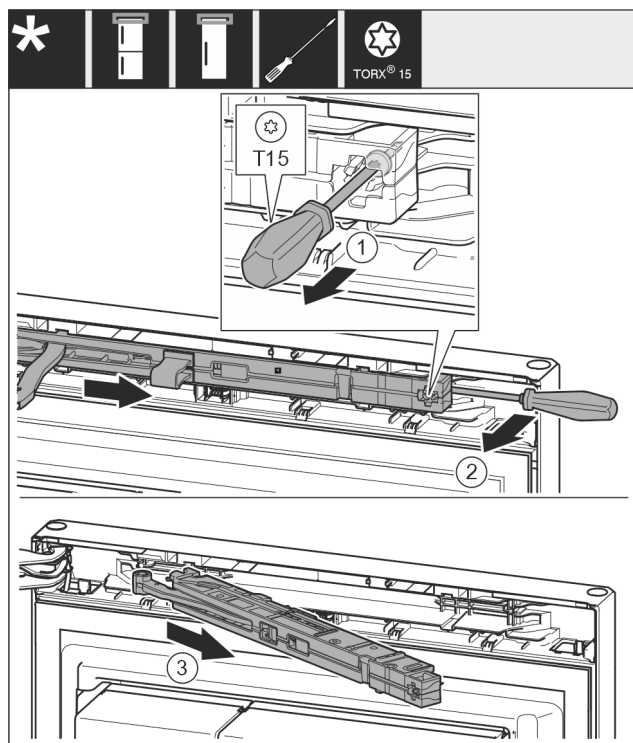

Fig. 13
- 用螺丝刀将关门阻尼单元上的螺钉 Fig. 13 (1)松开 14 mm。
- 用螺丝刀在手柄侧向前推动关门阻尼单元 Fig. 13 (2)。
- 拉出关门阻尼单元 Fig. 13 (3)。